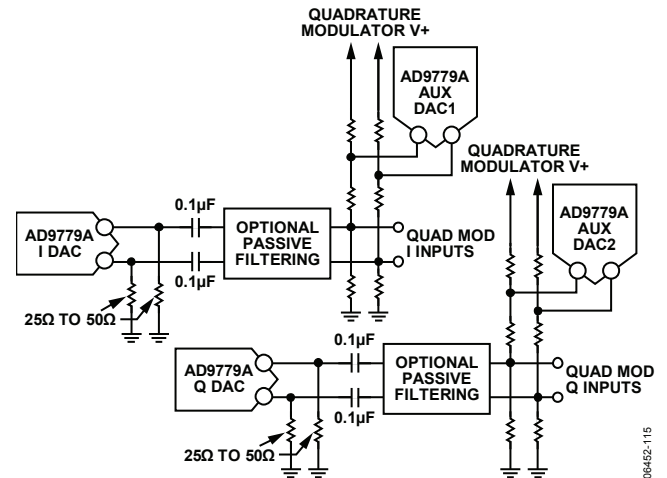
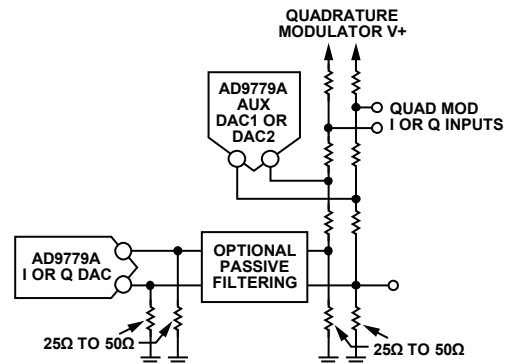

図 79. 補助 DAC の代表的な使い方 (直交変調器への AC 結合)
図 80. 補助 DAC の代表的な使い方 (DC シフトによる直交変調器への DC 結合)
DAC 出力の後に直交変調器がある場合は、補助 DAC を局部発振器 (LO) のキャンセルに使用できます。この LO フィードスルーは、直交変調器の入力換算 DC オフセット電圧 (および DAC 出力オフセット電圧のミスマッチ) によって発生し、システム性能を低下させることがあります。図 79 と図 80 は、DAC/直交変調器の代表的なインターフェースを示します。通常、変調器の入力コモンモード電圧は DAC の出力コンプライアンス電圧範囲より高いか高いため、AC 結合または DC レベル・シフトが必要です。直交変調器に必要なコモンモード入力電圧が DAC のコモンモード入力電圧と一致する場合は、図 79 の DC ブロッキング・コンデンサを除去できます。直交変調器の入力において DAC からのスプリアス信号 (歪みと DAC イメージ) がシステム性能に影響を与える場合は、ローパス・フィルタまたはバンドパス受動フィルタの使用を推奨します。図 79 と図 80 に示す位置にフィルタを配置すると、ソース・インピーダンスと負荷インピーダンスを 50 Ω に近い値に簡単に設計できるため、フィルタの設計が簡単になります。